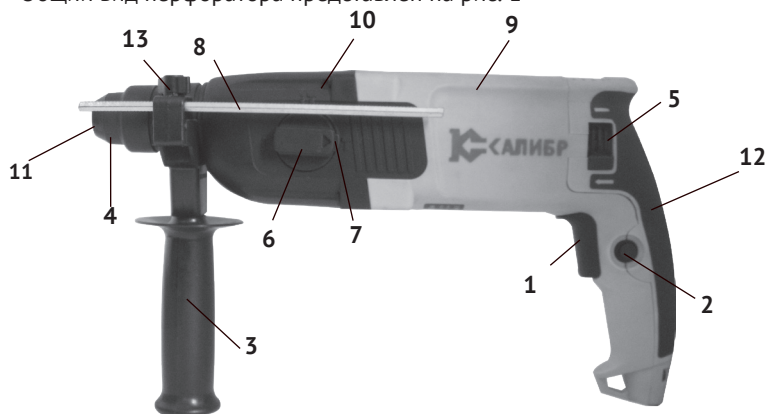

рис.1
1.3 Перфоратор состоит из горизонтально расположенного коллекторного двигателя в пластиковом корпусе (рис.1 поз.9), выполненном заодно с рукояткой. В крышке корпуса (рис.1 поз.12) расположен щёткодержатель в сборе. Рычагом переключателя реверса (рис.1 поз.5), меняя расположение щёток, направление вращения якоря меняется на противоположное. К корпусу двигателя крепится корпус редуктора (рис.1 поз.10), в котором расположен механизм, передающий вращательное и возвратно-поступательное движение на рабочий инструмент. Крутящий момент с якоря электродвигателя через шестерни, передаётся на ствол с патроном SDS – plus (рис.1 поз.4), расположенный соосно с двигателем. Тип ударного механизма перфоратора - электропневматический. Эксцентриковый подшипник преобразует вращательное движение якоря в возвратно-поступательное движение поршня. С поршня ударник
передаёт энергию удара на ствол с патроном SDS – plus. На корпусе редуктора слева расположен переключатель режимов (рис.1 поз.6) с фиксатором (рис.1 поз.7) в трёх режимах: «сверление» /«сверление с ударом» / «удар». Кроме того, знаком ▼ отмечено положение (без фиксации) разблокировки патрона для изменения положения рабочего инструмента в режиме долбления.
В зависимости от вида выполняемой работы, в патрон SDS – plus вставляется необходимая насадка (пика, долото, сверло) с соответствующим хвостовиком, или переходник SDS-plus/сверлильный патрон для установки сверлильного патрона, если необходимо работать в режиме «сверление». Дополнительная рукоятка (рис.1 поз.3) хомутом крепится на корпусе редуктора (рис.1 поз.10). Фиксируется рукоятка, закручиванием по часовой стрелке, в любом положении (от 0° до 360°), что удобно пользователю, как «правше», так и «левше».
В отверстие левой части суппорта рукоятки вставляется, при необходимости, стержень-ограничитель глубины сверления (рис.1 поз.8). Он фиксируется в выбранном положении винтом-барашком (рис.1 поз.13).
1.4 Клавиша выключателя (рис.1 поз.1) расположена в передней части рукоятки. Включение/отключение инструмента осуществляется нажатием на клавишу выключателя. Силой, приложенной к клавише, регулируется число оборотов и частота ударов перфоратора. Нажатием кнопки (рис.1 поз.2), клавиша фиксируется в рабочем положении с максимальным числом оборотов (максимальной частотой ударов). При повторном нажатии на клавишу, она и кнопка фиксации (со щелчком), возвращаются в исходное положение – выключено.
Общий вид перфоратора представлен на рис. 1
При замене рабочих насадок следите за тем, чтобы колпачок (рис.1 поз.11), защищающий патрон от попадания пыли, не был повреждён.
- ослабив винт-барашек (рис.1 поз.13), освободить отверстие в суппорте рукоятки для установки стержня (рис.1 поз.8);
- вставить стержень фиксации глубины сверления (рис.1 поз.8) в отверстие;
- фиксация клавиши в рабочем положении осуществляется нажатием на кнопку (рис.1 поз.2);
Нажав кнопку (рис.1 поз.7) в верхней части рукоятки (рис.1 поз.6), начните поворот к режиму с нужным условным знаком, приведённым ниже. Отпустите кнопку фиксатора. При достижении выбранного положения, рукоятка зафиксирована, а кнопка фиксации (со щелчком) вернётся в исходное положение.
- при работе в режиме сверление без удара, переключатель (рис.1 поз.6) установить в положении «сверло». При этом режиме перфоратор может работать с патроном SDS – plus, но, как правило, устанавливается ключевой патрон;
- при работе в режиме сверление с ударом, переключатель (рис.1 поз.6) в положении «сверло с молотком»;
- при работе в режиме долбление, переключатель (рис.1 поз.6) в положении «молоток». Знаком ▼ отмечено положение (без фиксации рукоятки переключателя) разблокировки привода патрона при работе в режиме долбления, для изменения угла рабочего инструмента (долота, шпатель).
В верхней части крышки двигателя (с обеих сторон) расположен рычаг переключения реверса (рис.1 поз.5). На крышке стрелками указано направление вращения. Реверс используется при заклинивании рабочего инструмента и при вывинчивании винтов или шурупов.
3.2 Для замены щёток необходимо открутив винты, снять крышку корпуса (рис.1 поз.12). Извлечь использованные щётки из щёткодержателя и заменить их новыми. Прикрутить на место крышку корпуса. Опробовать работу перфоратора кратковременным включением на холостом ходу, для приработки щёток. Щётки следует заменять парой для обеспечения равной степени их давления на коллектор якоря.